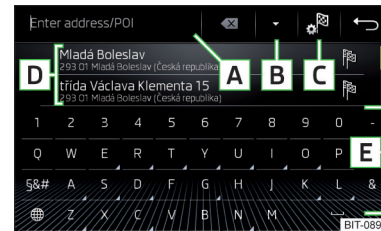
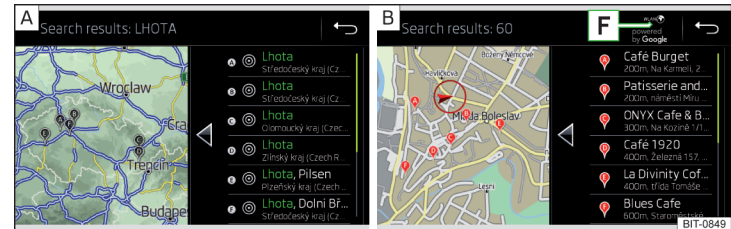

Abb. 220
Abb. 221 Liste der aufgesuchten Ziele: in den Navigationsdaten / online
Funktionsflächen » Abb. 220 und » Abb. 221
Im Bereich **D** » Abb. 220 wird eine Liste der aufgesuchten Ziele angezeigt.
- **oder:** Die Funktionsfläche **B** » Abb. 220 antippen.
-  In den Navigationsdaten aufgesuchte Ziele » Abb. 221 - **A**.
-  Online aufgesuchte Ziele » Abb. 221 - **B**.